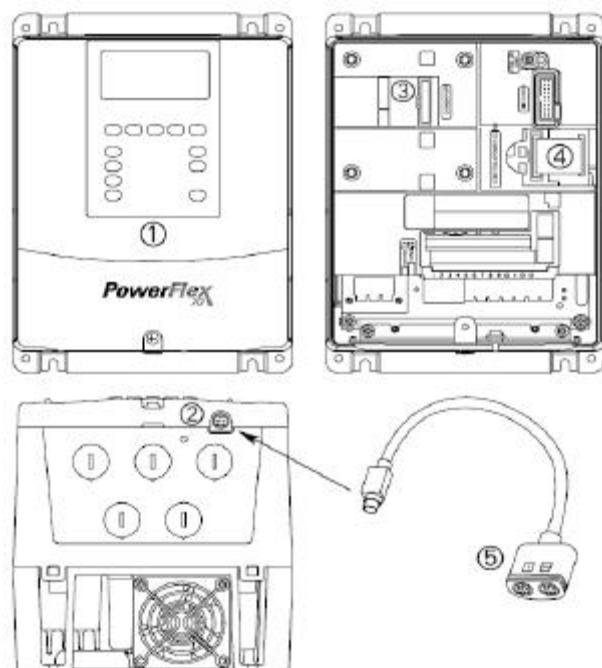

图 4-4 变频器的端口位置
- (1) PowerFlex70 变频器的端口位置指示如图 4-4 所示。